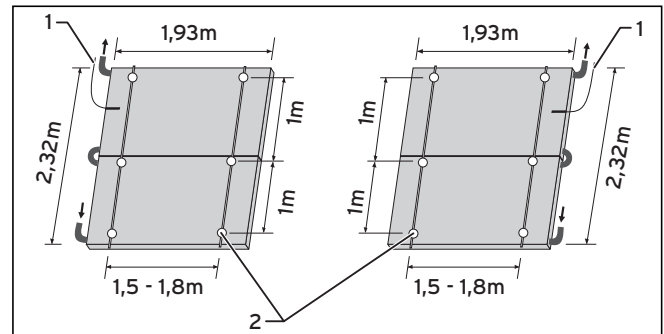

Bild 3.5 Kopplingschema för två solpaneler för vågrät montering
- Mät upp solpanelfältet på taket. Frilägg motsvarande fästpunkter på sparrarna. Måtten för fästpunkterna finns i bild 3.5.